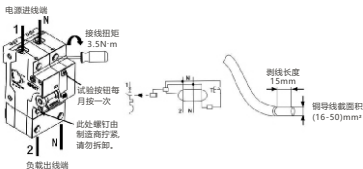

图5 接线方式
5.4 适用于铜导线连接，导线选择见表2，接线方式及剥线长度示意如下图5。